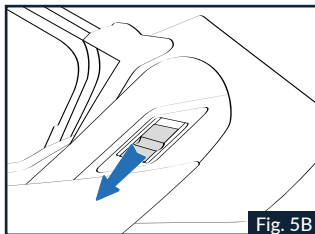
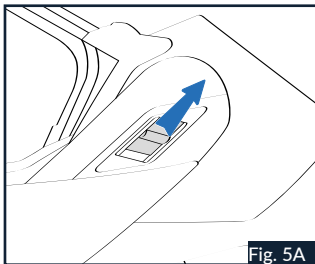

Fig. 5B
Fig. 5A
1.4 Indipendentemente dalla posizione iniziale della visiera, al termine dell'apertura della mentoniera la visiera resterà nella sua posizione di massima apertura. Se il casco viene utilizzato con mentoniera aperta (configurazione J), si consiglia di posizionare il cursore laterale sinistro di blocco in posizione "J" per assicurare la mentoniera in questa posizione (Fig.5B).
può essere aperta e/o chiusa (Fig.5A). Quando il cursore laterale sinistro di blocco si trova in posizione "J", la mentoniera non può essere chiusa, rimanendo bloccata in posizione aperta (Fig.5B).
ATTENTION : Quando il cursore laterale sinistro di blocco si trova in posizione "J", non forzare la chiusura della mentoniera perché ciò potrebbe determinare dei danni al meccanismo di chiusura del casco. Per procedere alla chiusura della mentoniera è necessario spostare il cursore di blocco in posizione "P" (Fig.5A).